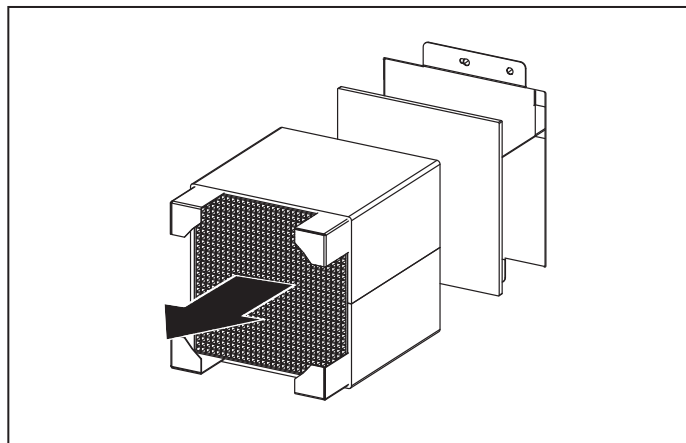

Рис. 17. Извлечение регенератора
- Извлеките регенератор и фильтр из канала, потянув за специальный шнур. Будьте осторожны при извлечении регенератора во избежание его повреждения. (см. рис. 17).